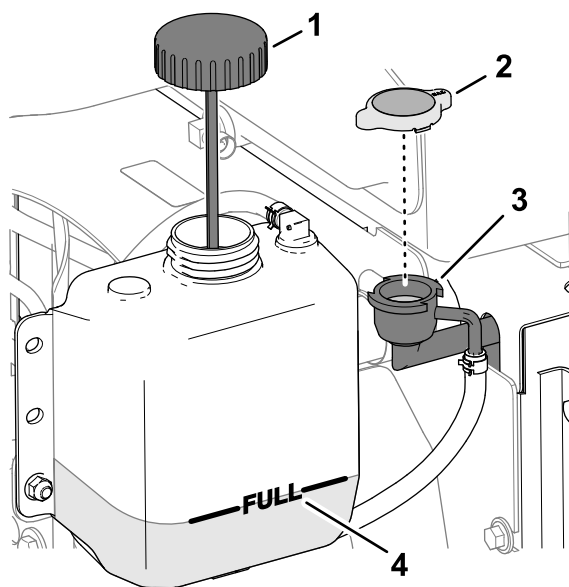

Figure 155
3. Enlevez le bouchon de radiateur avec précaution (Figure 155).
**Remarque:** Le niveau du liquide de refroidissement est correct s'il atteint le haut du goulot de remplissage du radiateur (Figure 155).